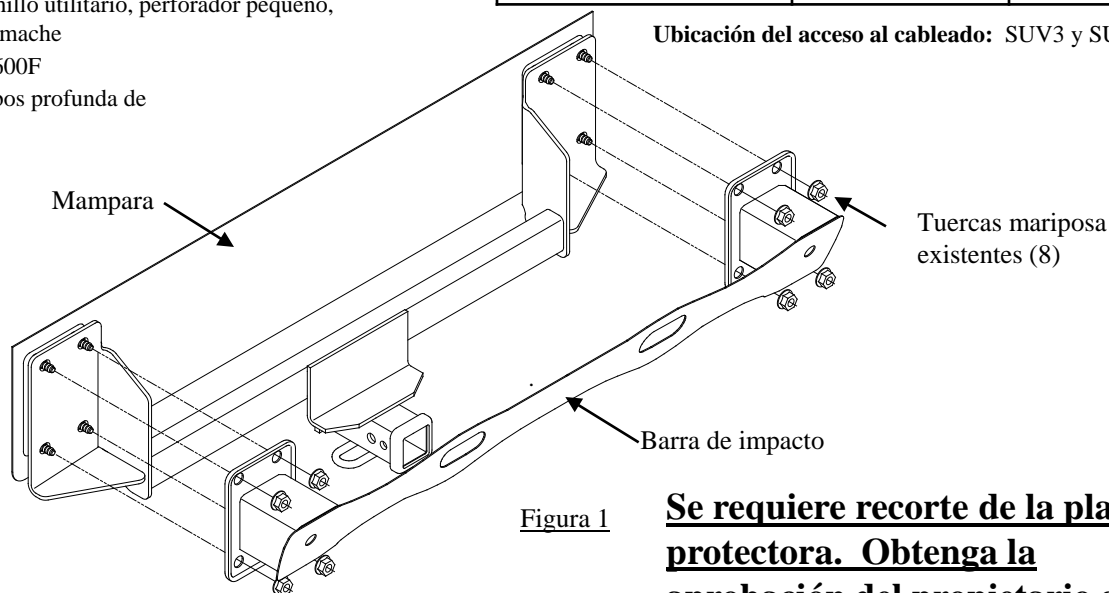

Figura 1
4. Vuelva a instalar la barra de impacto encima de los soportes del enganche y vuelva a instalar las tuercas mariposa existentes. (Figura 1) Centre el enganche en el vehículo